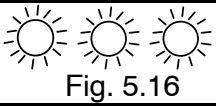

Fig. 5.16
8. For storing the set parameters, keep the boiler reset push-button pressed for about 5 seconds; the signal LEDs will flash simultaneously, as described on Fig. 5.16
8. Для занесения в память установленной настройки, держать нажатой кнопку перезапуска бойлера приблизительно 5 секунд, все индикаторные лампы будут одновременно мигать, как описано в Fig. 5.16